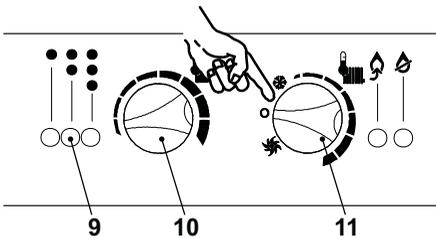

Fig. 5.46
- Colocar el selector 11 como se indica en la Fig. 5.46 para salir de la programación.